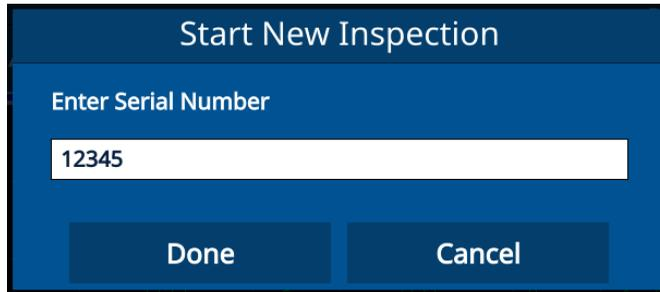

Abbildung 6-7 Eingeben einer Seriennummer
- Optional: Geben Sie eine Seriennummer ein und wählen Sie **Done** (Fertig) im Popup-Fenster, wenn Sie die Seriennummernfunktion für die Anwendung aktiviert haben (siehe Abbildung 6-7 auf Seite 64).